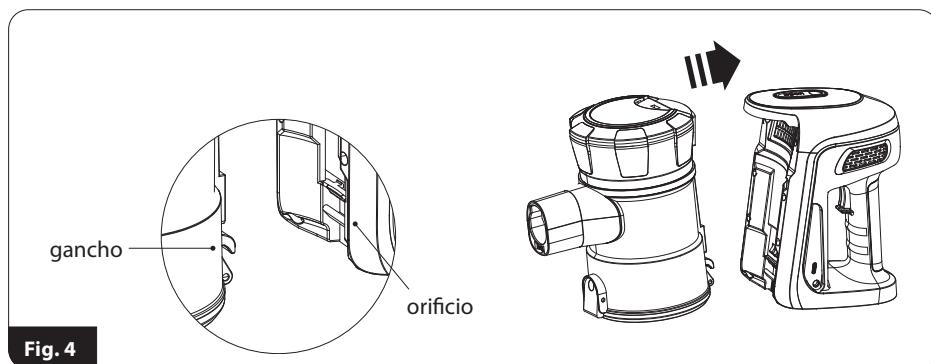

Fig. 4
1. Inserte el filtro de malla (12) en el contenedor de polvo; asegúrese de que las tres protuberancias en el anillo del filtro exterior tomen su lugar en el contenedor de polvo.
2. Coloque el filtro del motor (11) en el filtro de malla (12).
4. Coloque y bloquee el contenedor de polvo en la unidad de motor, preste atención a que el contenedor de polvo tenga un gancho en la parte inferior, que debe engancharse en el elemento apropiado en la unidad de motor; luego presione el recipiente sobre la unidad del motor (fig.4).